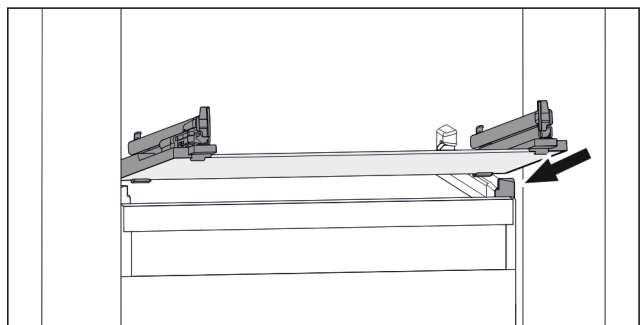

Fig. 122 Beispielhafte Darstellung der Glasplatte
- ▶ Glasplatte schräg hinter den Stopperrn aufsetzen. (siehe Fig. 122)